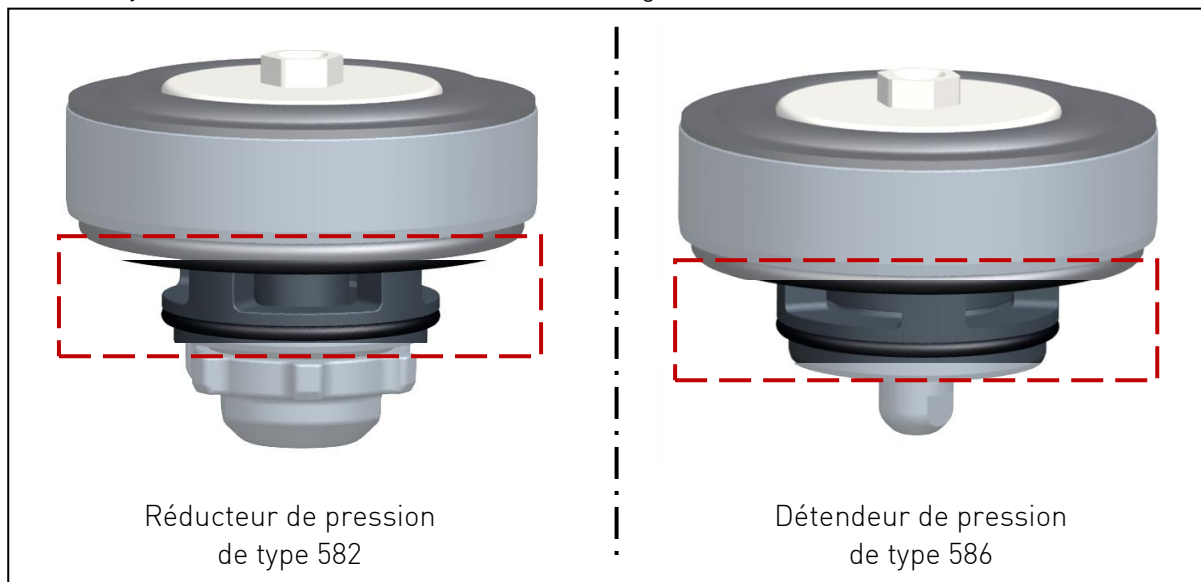

Fig. 17
- Nettoyer les orifices du boîtier interne, voir Fig. 17